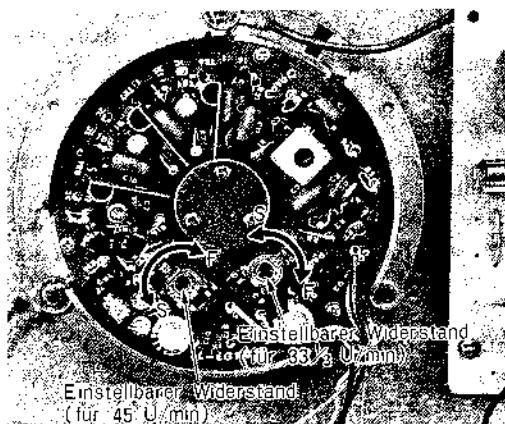

Abb. 4
- (1) Stromschalter/Drehzahlwählhebel auf Position 33 oder 45 stellen.
- (2) Drehzahlregler in seine Mittelstellung drehen. Den Widerstand (für 33 1/3 oder 45 U/min) so einstellen, daß die Stroboskopscheibe stillzuhören scheint (Schraubenzieher verwenden). (Abb. 4)